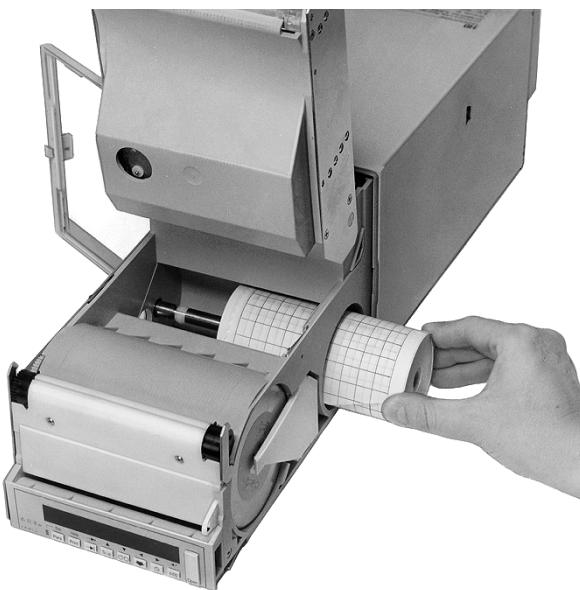

Bild 10
(siehe Bild 6 ... Bild 10)
5. Rollstreifen seitlich einsetzen (siehe Bild 10).
10. Neuen Rollstreifen einsetzen (siehe Bild 10).